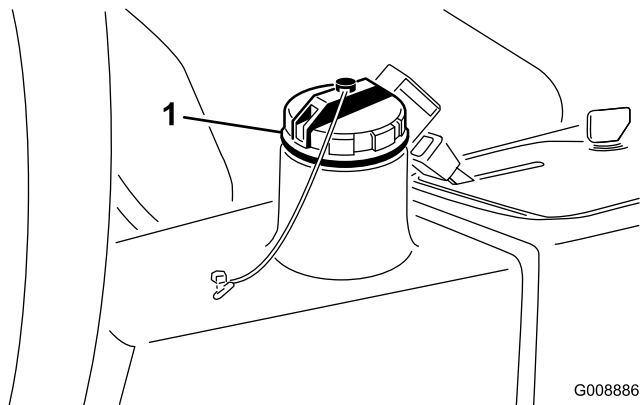

Bild 22
2. Reinigen Sie den Bereich um den Einfüllstutzen und den Deckel des Hydraulikölbehälters (Bild 22). Entfernen Sie den Deckel.